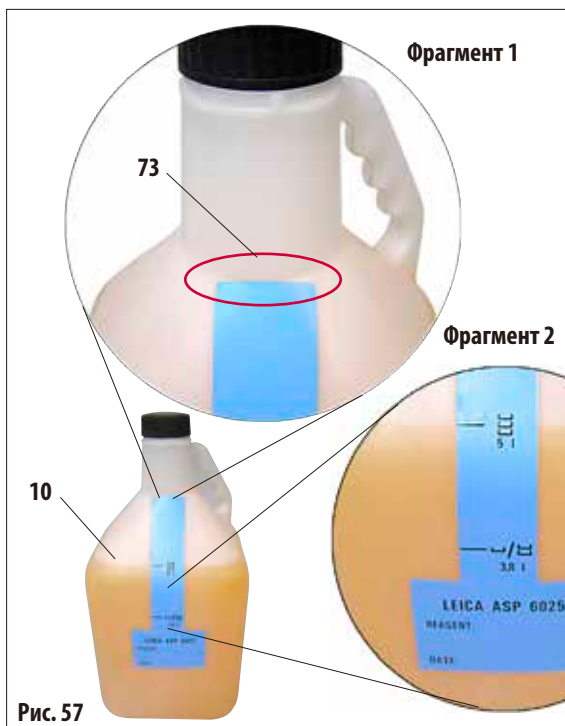

Рис. 57
Чтобы отметки уровня были точными, приложите наклейку узкой стороной точно к тому месту на сменной ёмкости (10), где заканчивается шейка ёмкости (фрагмент 1 на рис. 57), после чего прижмите её движением сверху вниз.
Символ у отметки 5 л (фрагмент 2 на рис. 57) означает, что сменная ёмкость должна заполняться до него, если реторта должна быть заполнена до третьего датчика уровня (соответствует загрузке тремя контейнерами).
На наклейке можно также указать номер станции, а также дату заливки указанного реактива (рис. 57).